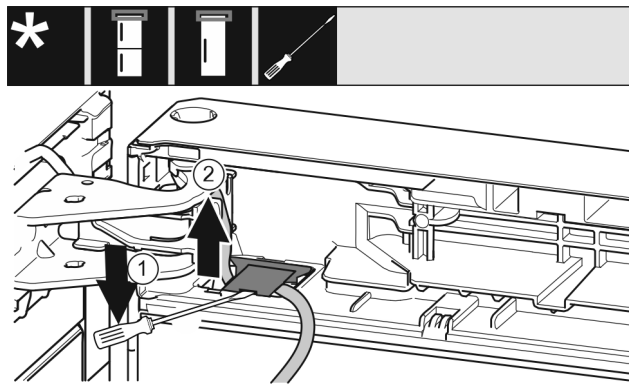

Fig. 8
- ▶ Plochým skrutkovačom nadvihnite kryt a vytiahnite ho. Fig. 8 (1)
- ▶ Vytiahnite kábel. Fig. 8 (2)